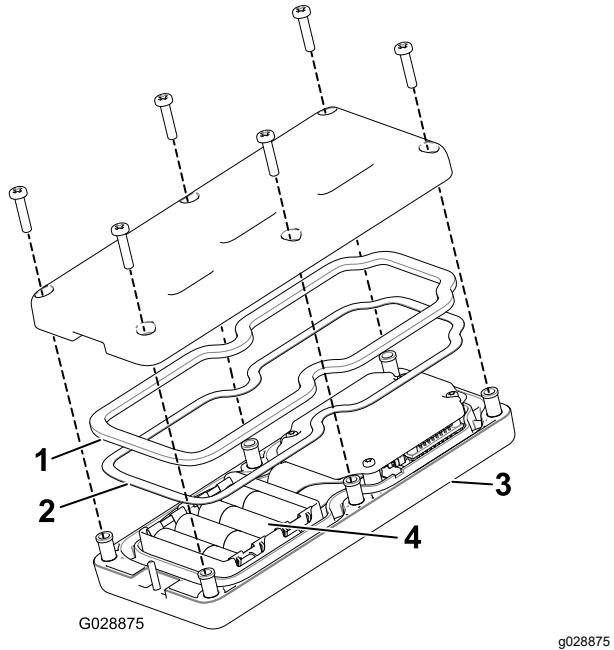

Figura 49
3. Retire os seis parafusos da parte posterior do comando remoto e retire a tampa (Figura 49).
5. Instale as pilhas no encaixe terminal observando a devida polaridade. O encaixe tem gravadas marcas de polaridade em cada terminal (Figura 49).
6. Se remover accidentalmente o vedante de borracha e junta de aço, volte a colocá-los, cuidadosamente, no canal no comando remoto (Figura 49).
7. Coloque a tampa e prenda-a com os seis parafusos previamente removidos (Figura 49) e aperte-os com uma força de 1,5 a 1,7 N·m.